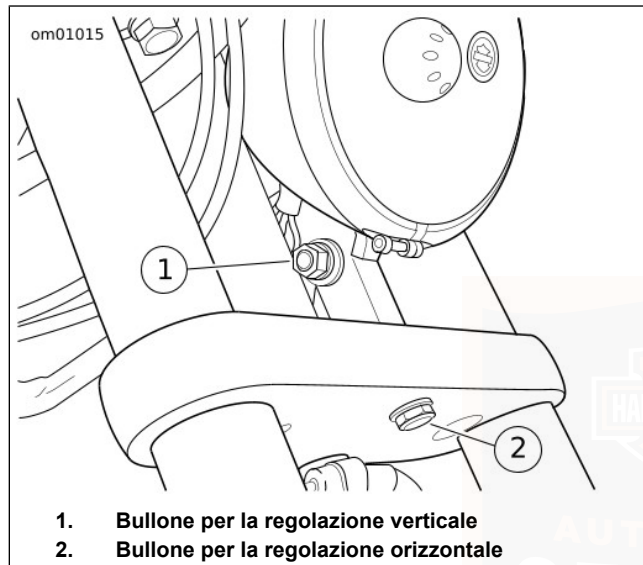

Figura 48. Regolazione del faro anteriore: Tutti i modelli tranne FLD
1. Vedere Figura 48. Allentare il bullone per la regolazione orizzontale (2) per regolare da un lato all'altro il fascio di luce del faro anteriore. Serrare il bullone ad una coppia di 33,9–40,7 N·m (25–30 ft-lbs).
2. Allentare il dado sul bullone di regolazione verticale (1) per regolare il fascio di luce in alto e in basso. Serrare il bullone ad una coppia di 33,9–40,7 N·m (25–30 ft-lbs).